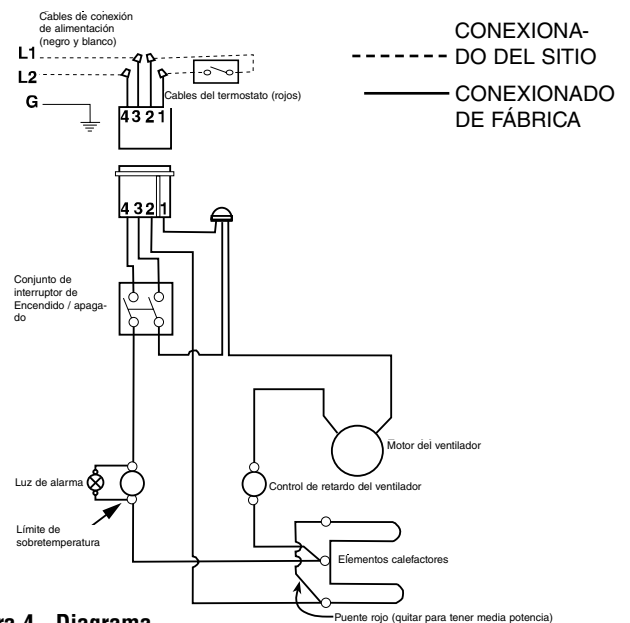

Figura 4 - Diagrama de conexionado
1. De acuerdo con el diagrama de conexionado (Figura 4), conecte los cables de alimentación eléctrica y los del termostato a los cables de conexión del calefactor que están en la caja posterior.
3. Acomode el conjunto calefactor / ventilador en la caja posterior, y sujételo en su posición con los dos (2) tornillos provistos, a través de las ranuras centrales del conjunto de ventilador.